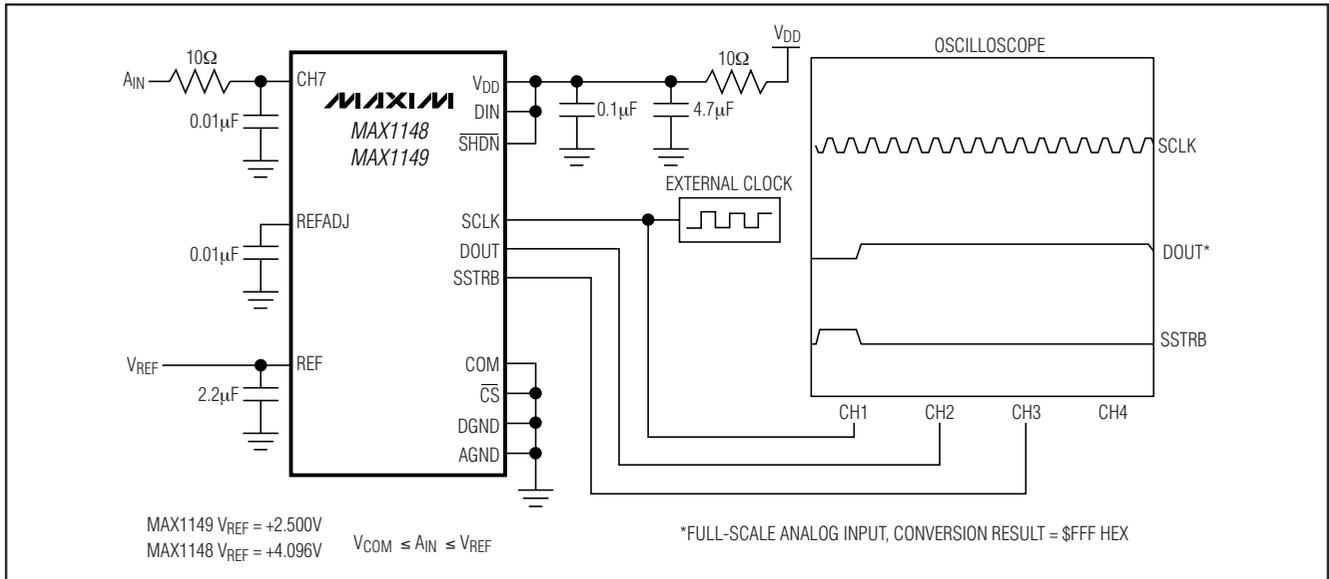
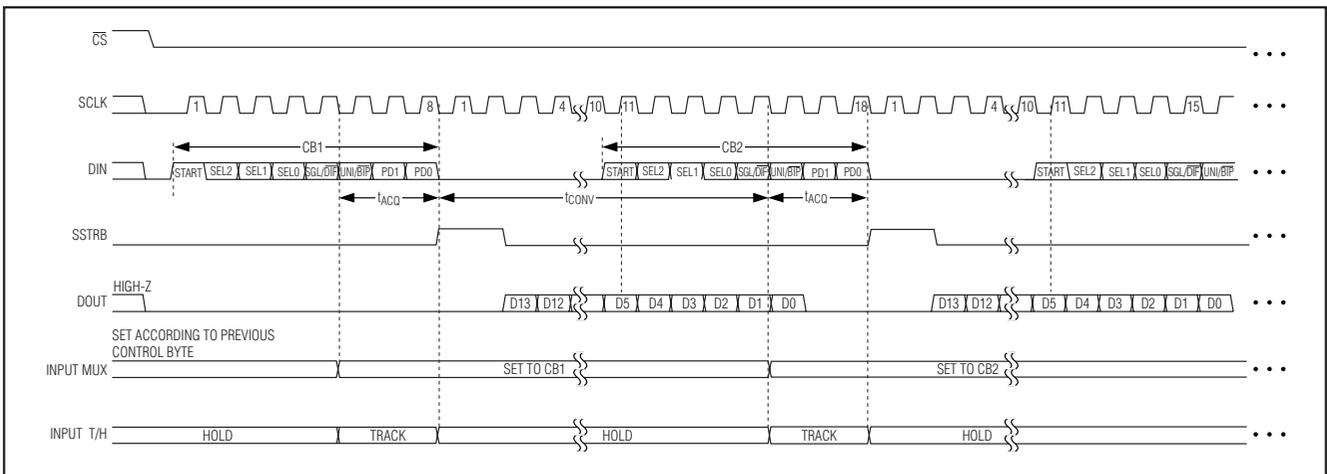

图7. 快速查看电路
图 10. 外部时钟模式 — 18 时钟/转换时序
图 7 所示电路可用于快速评估 MAX1148/MAX1149。MAX1148/MAX1149 每次转换前，需要使用 SCLK 向 DIN 输入一个控制字节。连接 DIN 至  $V_{DD}$ ，可通过时钟 SCLK 输入控制字节 \$FF HEX (参见表 1)，即触发 CH7 外部时钟模式下的单端单极性转换，转换之间不关断。在外部时钟模式下，14 位转换结果的 MSB 移出 DOUT 前，SSTRB 输出两个时钟周期的高脉冲。改变 CH7 的模拟输入，可改变 DOUT 输出位的顺序。每次转换需 18 个时钟周期 (图 10)。所有 SSTRB 和 DOUT 的改变均出现在 SCLK 下降沿。
2) DOUT 同步输出当前转换结果第 5 位后，同步输入 DIN 的第一个逻辑 1 (图 10 和 11)。
如果转换期间  $\overline{CS}$  保持低电平，则 MAX1146-MAX1149 的最快转换速度为每次 18 个时钟周期。图 10 和 11 为 18 个 SCLK 周期进行一次转换的串口时序。